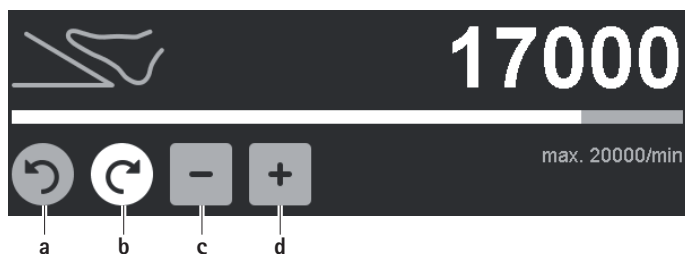

Fig. 6 Modification de la limite supérieure de la plage de vitesse de rotation/du sens de rotation
- ▶ Changer le sens de rotation (sauf pour la perceuse GA844): Actionner la touche du sens de rotation grise inactive: rotation à droite/rotation à gauche **a/b**, voir Fig. 6.